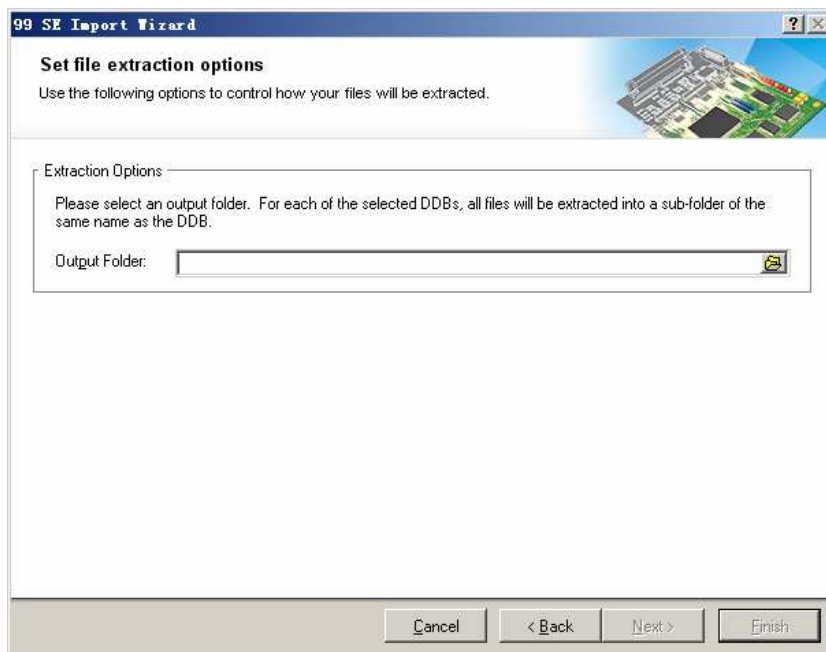

图 10.7 “Set file extraction options” 页面
(5) 单击“Next”按钮，打开如图 10.7 所示的“Set file extraction options”页面。